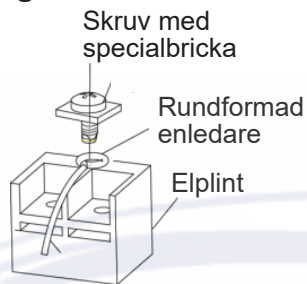

Fig. 27
(2). För flerkarderlig ledning (Fig. 27 nästa sida)